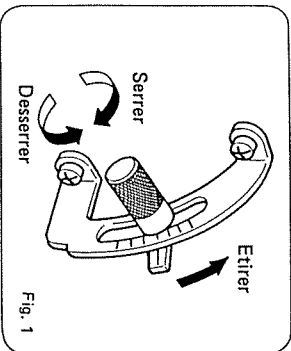

Fig. 1
- Déplacer le levier vers le haut et pour obtenir du stretch, resserrer (Fig. 1).